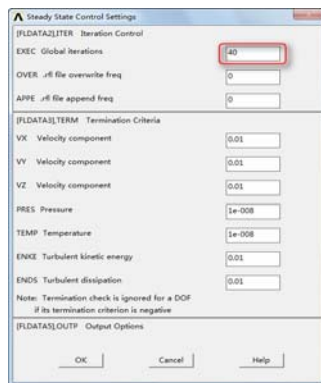

图 5-131 设置求解控制选项
② 依次选择 Main Menu → Solution → FLOTRAN Setup → Execution Ctrl, 会弹出 “Steady State Control Settings” 对话框, 如图 5-131 所示。
③ 在 “Steady State Control Settings” 对话框中 “EXEC Global iterations” 后输入 40, 如图 5-131 所示, 单击 “OK” 按钮关闭此对话框。